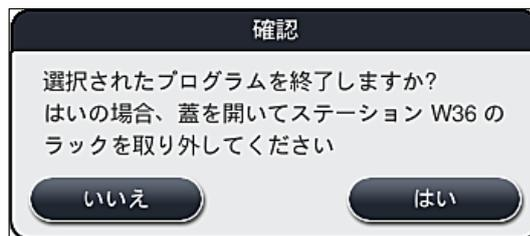

図91
5. 続けて表示される情報メッセージ(→「図91」) に対し、「はい」ボタンを選択して、プログラムの中止を確定します。「いいえ」を選択すると、プロセスステータス表示に戻ります。
表示されるメッセージ(→「図91」)をよく読み、必ず指示にしたがってください。